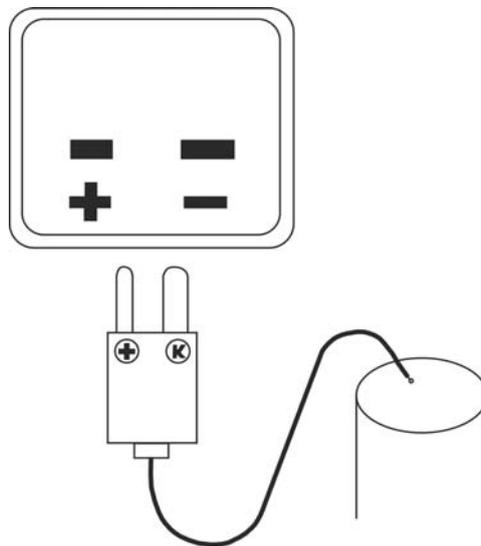

Fig. 5: Introdução da sonda tipo K no instrumento
1. Abrir a tampa de proteção do terminal de entrada (ver Fig. 1 – parte 8) e inserir a sonda do tipo K respeitando as polaridades indicadas (ver Fig. 5).